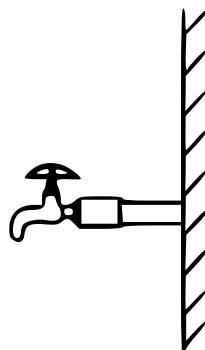
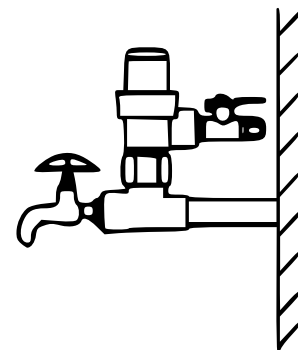

Abb. 10: 3-Wege-Verbinder
Abb. 12: Reduzierventil
1. Um das Kugelventil zu installieren, benutzen Sie einen 3-Wege-Wasserzulaufverbinder (**A**), an den das Kugelventil (**B**) angeschlossen wird. Verbinden Sie dann den Wasserhahn mit dem 3-Wege-Wasser-Verbinder (Abb. 10 und 11). Falls ein Druckminderventil verwendet wird, so wird dieses angeschlossen (Abb. 12).